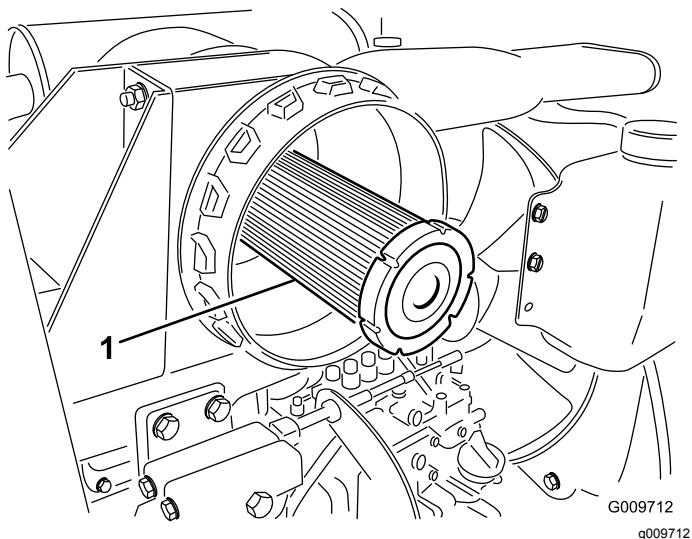

Figura 52
**Importante:** No intente nunca limpiar el filtro de seguridad (Figura 52). Sustituya el filtro de seguridad después de cada tres revisiones del filtro primario.